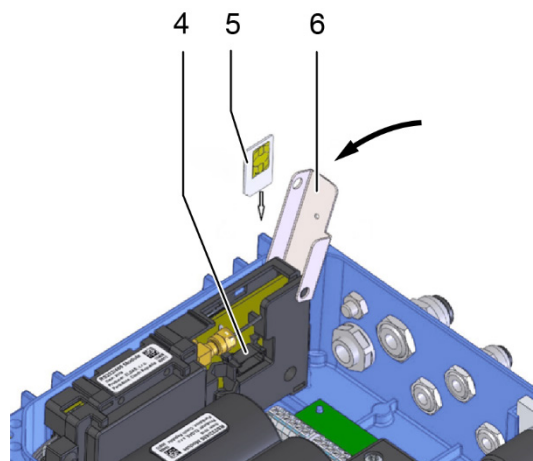

Abb. 30: SIM-Karte einsetzen
- Die SIM-Karte (Abb. 30, Pos. 5) in den Halter einsetzen und vorsichtig herunterdrücken, bis sie hörbar einrastet.
- Nach dem Einsetzen der SIM-Karte die Abdeckung (Abb. 30, Pos. 6) vorsichtig in Pfeilrichtung schließen.
- Den Steckverbinder der Batterie des Modems (Abb. 30, Pos. 4) anschließen. Bei einem Gerät ohne externe Spannungsversorgung des Modems den Steckverbinder am Modem anschließen. Bei einem Gerät mit externer Spannungsversorgung des Modems den Steckverbinder am Modul S4-PWR2 anschließen und dann die Leiter mit den PWR2-Anschlüssen der externen Spannungsversorgung des Modems verbinden.